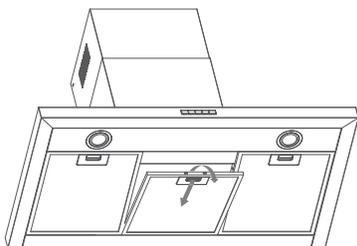

Рисунок 11
- Для отсоединения жирособирающего фильтра, следует нажать на пружинный замок. Это позволит отсоединить фильтр от поверхности вытяжки. Опустите фильтр вниз и снимите его. См. рисунок 11.
- Для отсоединения жиросовлавливающего фильтра, следует нажать на пружинный замок. Это позволит отсоединить фильтр от поверхности вытяжки. Опустите фильтр вниз и снимите его. См. рисунок 11.